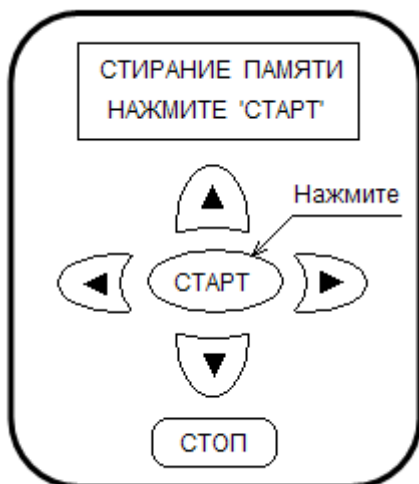

Рис. 27.
- кнопками «ВПЕРЁД», «НАЗАД» выбрать пункт СТИРАНИЕ ПАМЯТИ, далее следовать подсказкам на дисплее, как на рис. 27.